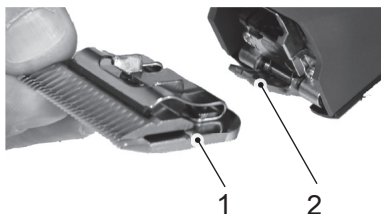

図. 8
6. 好みのバリカンヘッドをブレードヒンジにはめ込みバリカンへ軽く押し付けます(図8、9、10)。